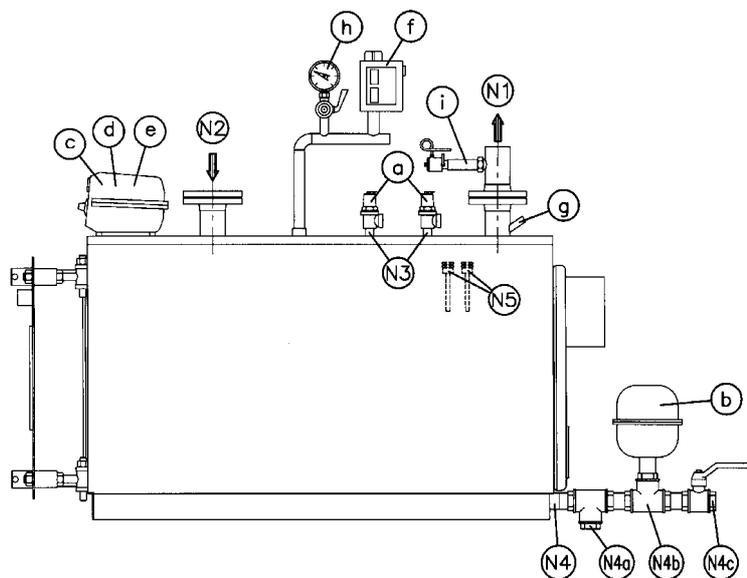

Fig. 3
3.2.2. IMPIANTO TERMICO AD ACQUA CALDA CON VASO D'ESPANSIONE CHIUSO - Potenza al focolare > 300.000 kcal/h - pressione 5 bar (Fig. 3)